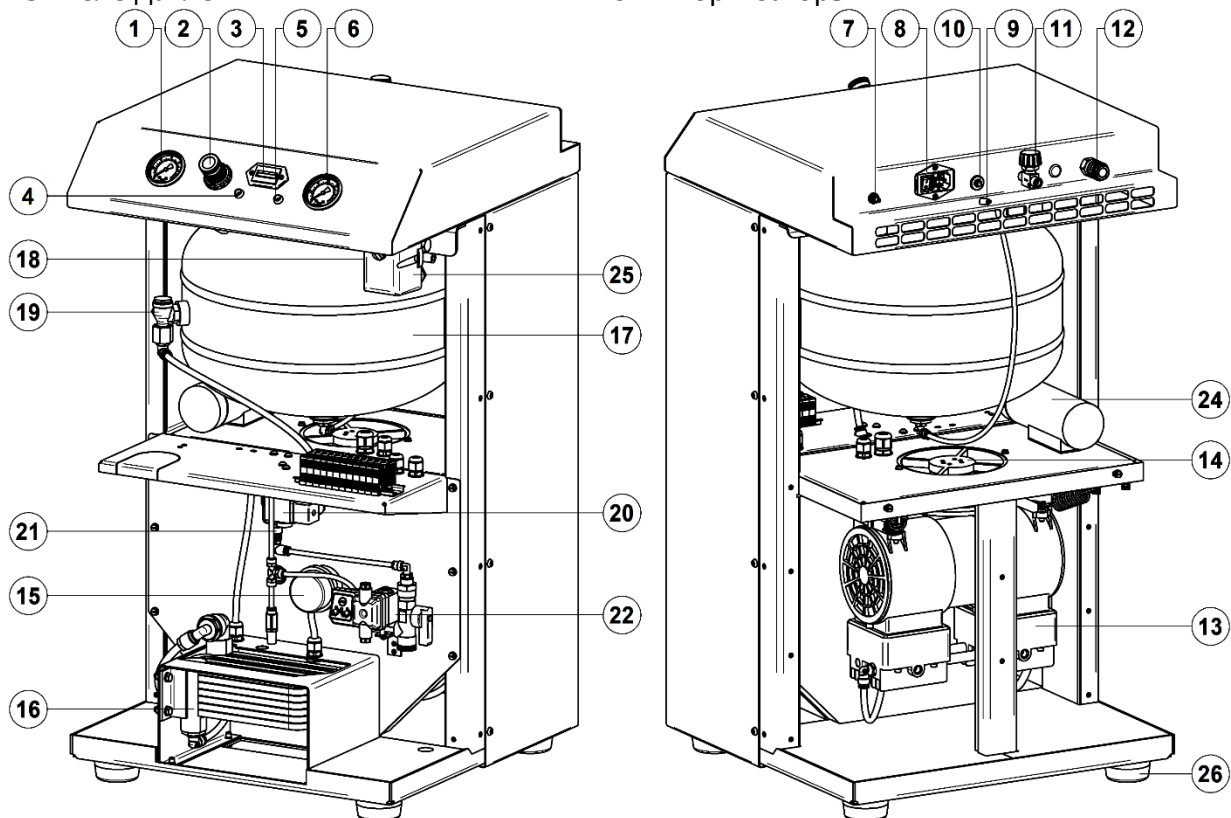

Рисунок 6 - Общий вид компрессора
- Выверните фильтр **15** (рис. 6, 7);